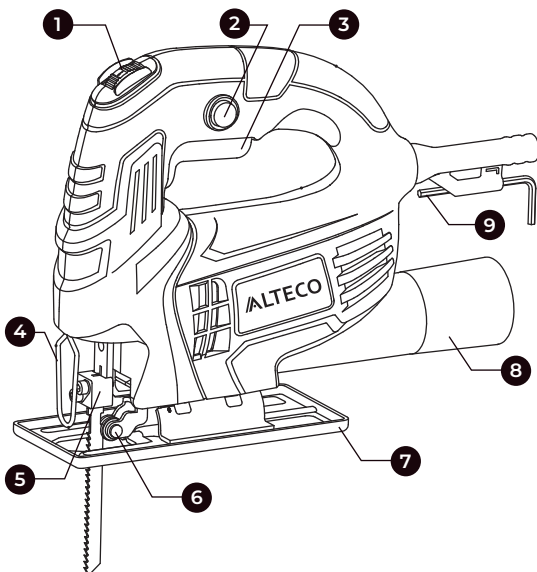

Рис. 1
- Необходимо, чтобы при пилении опорная плита 9 (рис.1) надежно прилегалла к поверхности. Перекос опорной плиты приводит к перекосу пильного полотна, что может привести к облому пилки и к обратному удару.
- Путём вращения регулятора оборотов 1 (рис.1) можно регулировать обороты двигателя лобзика и соответственно скорость хода пильного полотна. Выбор необходимой скорости зависит от вида и толщины материала.
- Данная модель электрического лобзика укомплектована функцией сдува опилок, что позволяет держать линию реза, при работе, чистой от опилок. Для включения данной функции необходимо включить выключатель системы сдува опилок 8 (рис. 1).
- Чистые операции резки могут быть выполнены с помощью подсоединения этого инструмента к пылесосу. Вставьте шланг пылесоса в патрубок 9 (рис.1).